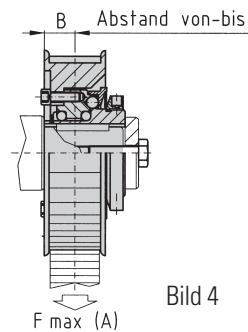

Bild 4
Die Antriebselemente, z.B. Zahnriemenscheiben (Bild 4) werden auf dem Anbaufansch zentriert und mit demselben verschraubt. Liegt die Radialkraft des Antriebselementes zwischen den beiden Kugeln der R+W-Sicherheitskupplung (B) kann auf eine zusätzliche Lagerung verzichtet werden. Zulässige Maße und Riemenvorspannkraft (A) nach Tabelle 1 beachten.